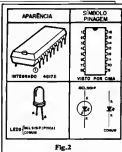

Fig. 2
- FIG. 2 - PRINCIPAIS COMPONENTES DA MONTAGEM - Em sua placa, símbolo e pinagem, o Integrado 741, o LED e o diodo são vistos e "mastigados" na figura... Quanto ao 741, lembre da forma como seus pinos são contados ou "numerados", sempre com a peça olhada por cima, "caminhando-se" a contagem no sentido anti-horário, a partir da extremidade que contém uma pequena marca (ver informações na "Aula" anterior do ABC...). A respeito dos LEDs, principalmente devido à sua função de "indicador de equilíbrio" no circuito, é importante que os dois utilizados sejam absolutamente idênticos, com bom rendimento luminoso (de modo que no puro "visual" possamos interpretar corretamente o tal "ponto de equilíbrio", conforme explicado ao final da presente "Lição"...). Os diodos podem ser comuns, tipo 1N4148, 1N914, 1N4001, etc. Quanto às demais peças (todos resistores fixos, além do potenciômetro...) não há o menor "galho"... Apenas um conselho: aqueles 4 resistores (ver "esquema") diretamente acoplados à chave rotativa (100R - 10K - 1M - 10M) determinam, em grande parte, a pró-
- FIG. 2 - PRINCIPAIS COMPONENTES DA MONTAGEM - Os detalhamentos visuais e demais informações quanto a símbolos e pinagens do Integrado 4017B e dos LEDs (tanto o "pisca" quanto os "comuns"), encontram-se na figura, com toda a clareza... Quanto ao 4017, observe que trata-se de um Integrado de 16 pinos (8 de cada lado) em disposição DIL. A numeração (contagem) das "pernas", conforme já foi ex-